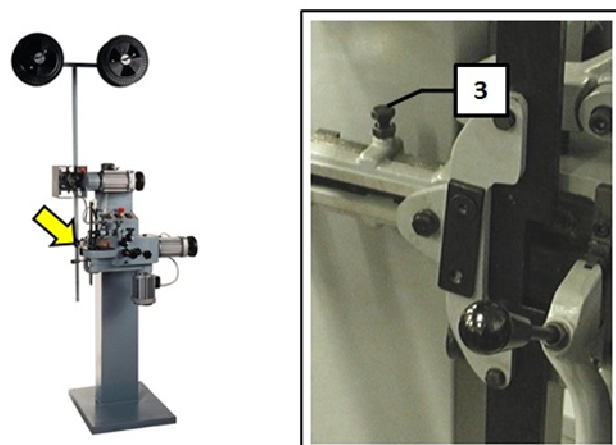

Рисунок 49
- Ослабьте блокировочный винт **3** (см. Рисунок 49).